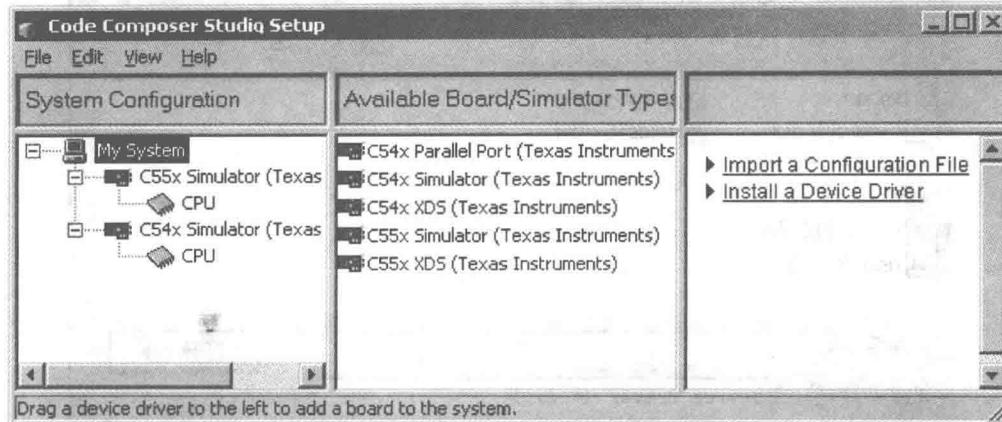
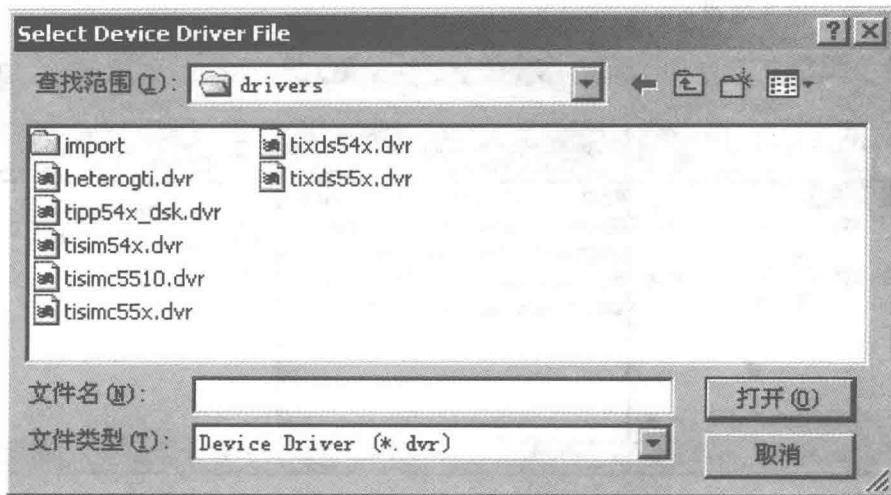
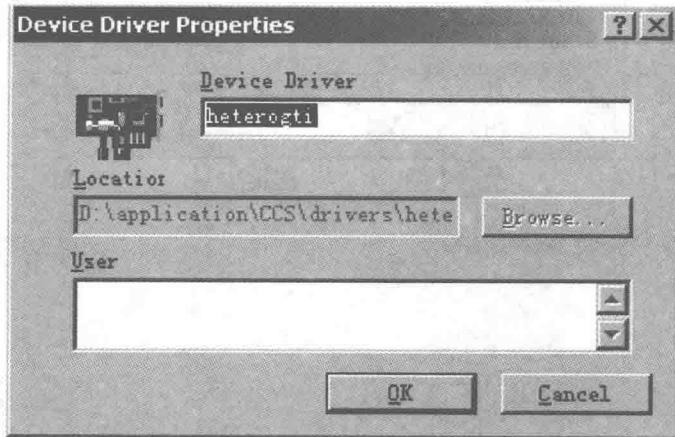
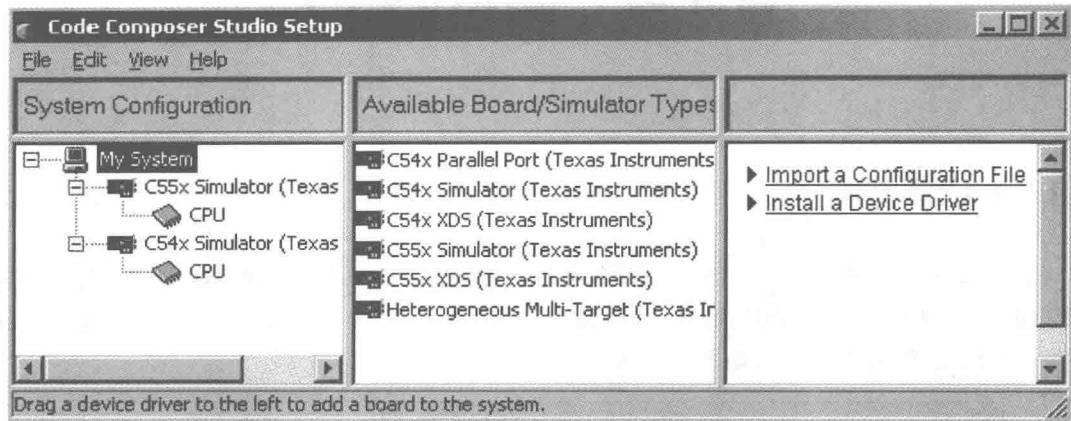

图 1.2 CCS2 配置界面
图 1.4 驱动程序配置对话框
图 1.5 驱动程序属性窗口
图1.6 配置后的界面
双击桌面上的 Setup CCS2studio 图标, 或者在开始菜单中运行 Setup Code Composer Studio 程序, 可以激活 CCS2 的配置工具, 配置界面如图 1.2 所示。
图 1.2 左边一栏中的 My System 表示系统配置; C55X Simulator/C54X Simulator 表示当前的仿真器目标板; CPU 表示相应的处理器。这个界面中列举了已经安装的可供选择的配置。改变当前的工作配置时, 需要保存改变的配置才能生效。中间一栏表示已经安装的仿真器类型。图中是已经安装的 CCS2 自带的 C54X 和 C55X 系列仿真器。右边一栏是配置命令/信息选项, 单击 Import a Configuration File, 便出现仿真器导入配置对话框。对话
单击 Install a Device Driver 选项,便出现驱动程序配置对话框,如图 1.4 所示。
(1) 双击桌面上的 Setup CCS2studio 图标,运行 CCS2 的配置程序,出现如图 1.2 所示的
(2) 选择 Edit→Install Driver 项, 或者在如图 1.2 所示的配置界面的右边一栏单击 Install a Device Driver 选项, 出现如图 1.4 所示的驱动程序配置对话框。选择需要的驱动程序, 这里选 heterogti.dvr, 会出现如图 1.5 所示的驱动程序属性窗口, 在此可以为驱动程序重新命名。该驱动程序默认的名字是 Heterogeneous Multi – Target (Texas Instruments), 单击 OK。
(3) 执行菜单命令 Edit→Add to System, Heterogeneous Multi – Target (Texas Instruments) 便出现在 CCS2 配置界面的中间一栏, 如图 1.6 所示(与图 1.2 对照, 中间一栏多了 Heterogeneous Multi – Target (Texas Instruments) 一项)。